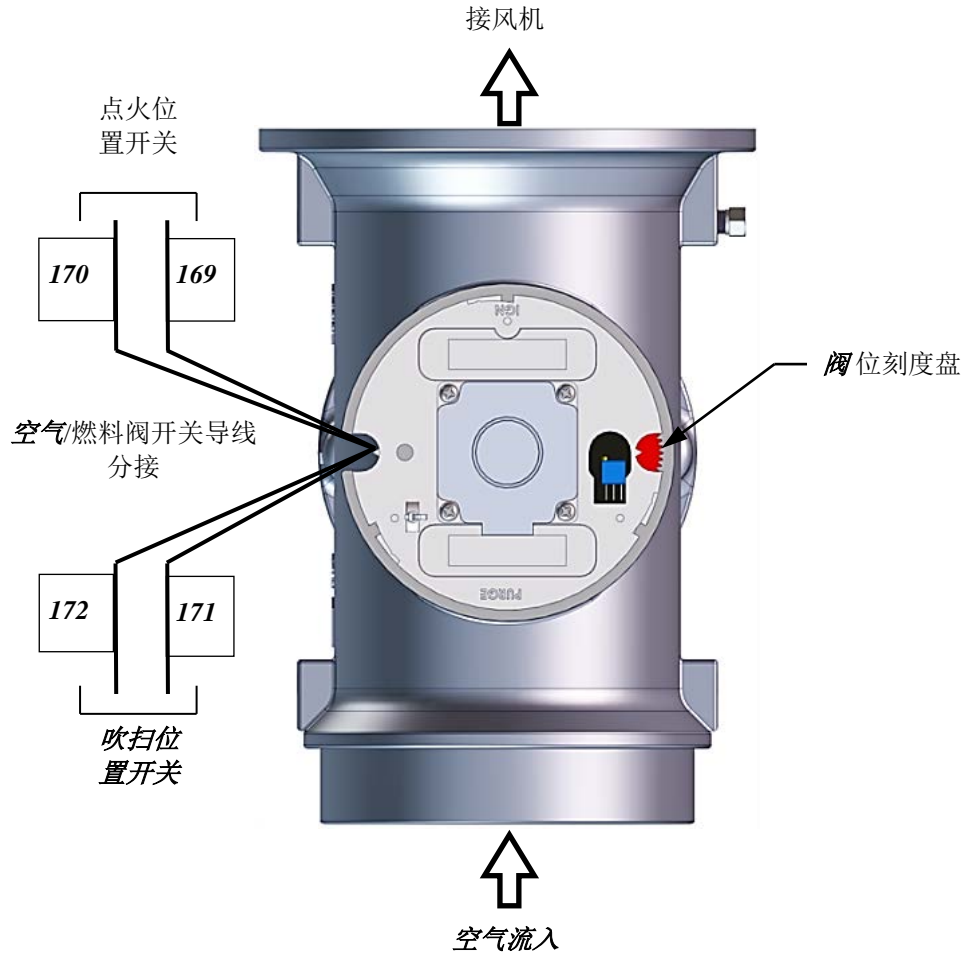

图 6-8: 空气/燃料阀吹扫和点火开关位置
4. 从吹扫开关拆下两根导线中的一根（#171 或 #172）（图 6-8）。
4. 从点火开关拆下二根导线 #169 或 #170（参见图 6-8）中的一根。